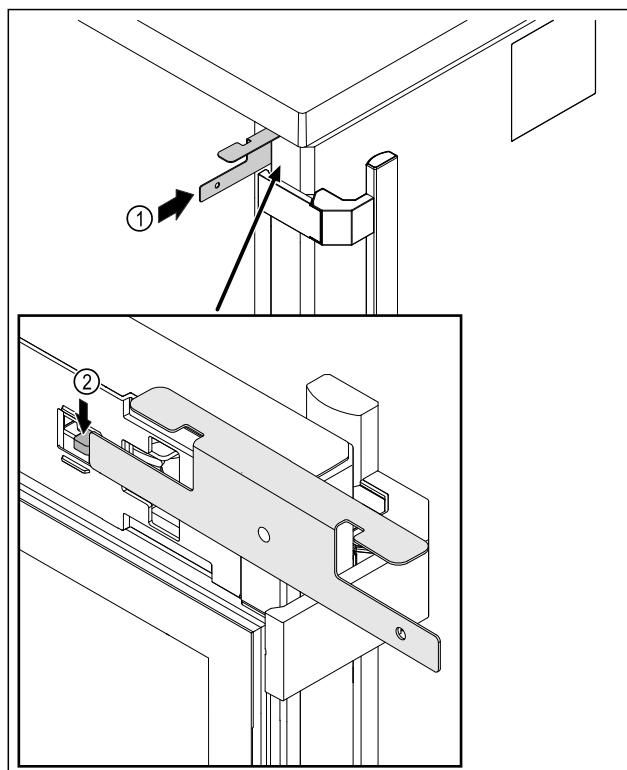

Fig. 218
- Klúč na núdzové odomknutie Fig. 218 (1) zasuňte medzi dvere a teleso zariadenia.
- Potlačtehák zámku Fig. 218 (2) smerom k závesu.